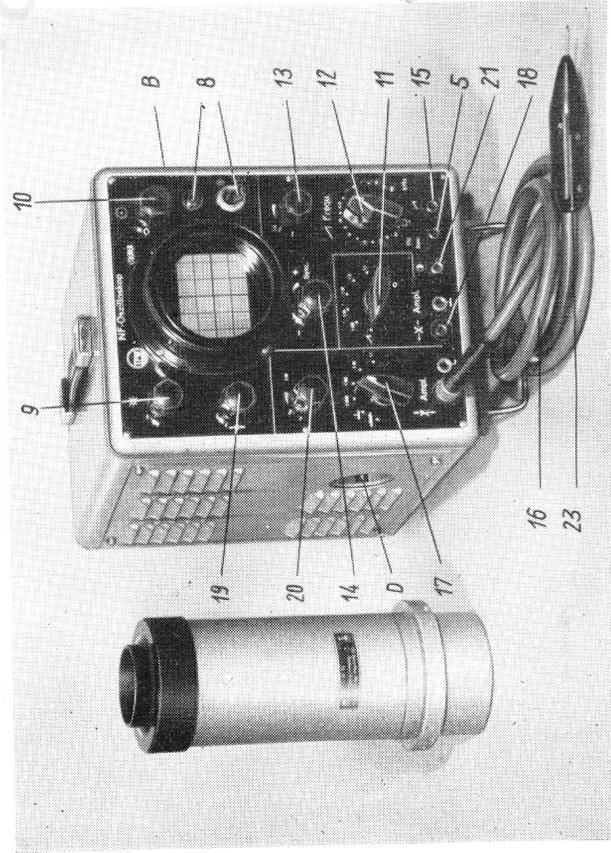
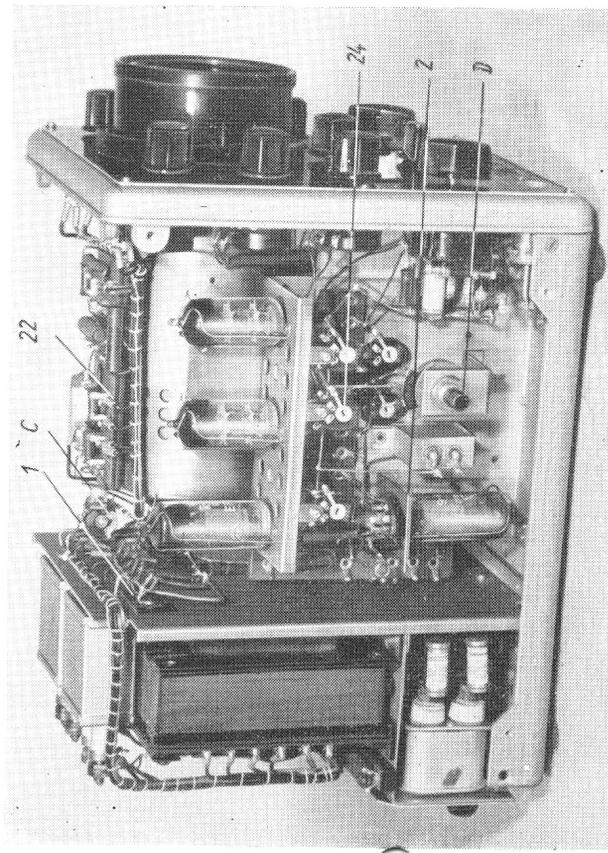
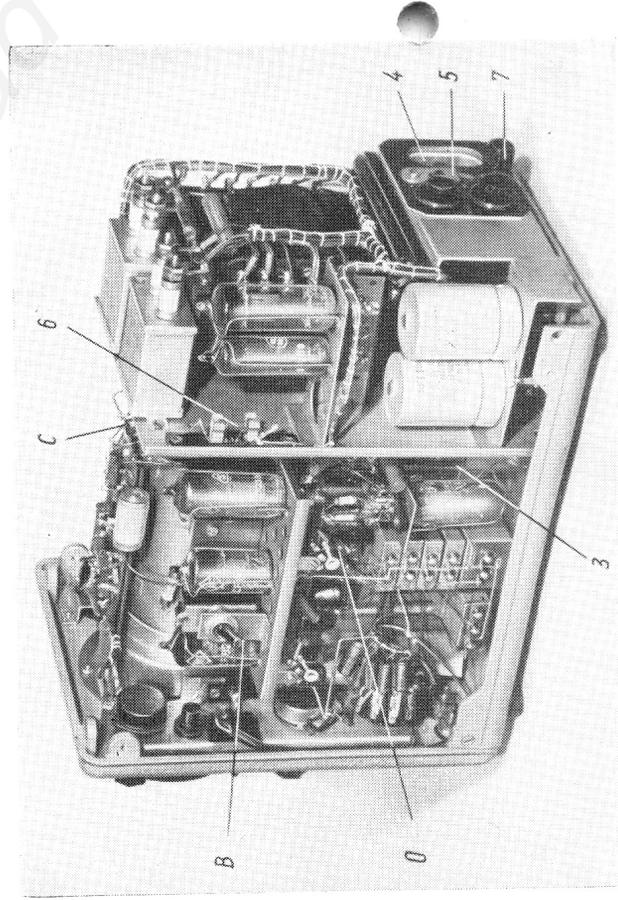

Abb. 1
Abb. 2
Abb. 3
Das Netzteil ist umschaltbar 110 und 220 V und für eine Netzfrequenz von 40 . . . 60 Hz ausgelegt. Alle Heiz- und Gleichspannungen werden an eine Lötösenleiste (Nr. 1, Abb. 2) geführt und können im Bedarfsfalle nach Abnehmen der Deckplatte dort zentral kontrolliert werden.
Der Vertikal-(Y)-Verstärker befindet sich auf der linken Geräteseite (Abb. 2), er ist nach Entfernen des linken Seitenbleches in allen Teilen zugänglich. Nach Ablösen des Speisekabelbaumes und der Meßplattenzuleitungen (Anschlüsse M auf Lötösenleiste Nr. 2, Abb. 2) sowie der nach dem Frontteil gehenden Verbindungsleitungen kann der Verstärkereinsatz durch Lösen der drei Halteschrauben
Horizontalverstärker und Zeitablenkergerät befinden sich auf der rechten Geräteseite und sind nach Entfernen des rechten Seitenbleches in allen Teilen zugänglich (Abb. 3). Der mechanische Aufbau entspricht im Prinzip dem
des Vertikalverstärkers, für das Ausbauen gilt analog das dort Gesagte. Die Zeitplatten liegen auf den Anschlüssen Z der Lötleiste Nr. 3 (Abb. 3).
Der Netzanschluß befindet sich auf der Rückseite und ist für 220 und 110 V  $\sim$ , 40–60 Hz ausgelegt (Nr. 4, Abb. 3). Zunächst ist der Spannungswählschalter (Nr. 5, Abb. 3) auf die gewünschte Netzspannung einzustellen. Er wird im Werk auf 220 V eingestellt und ist mit einer Sicherungslasche blockiert, die vor dem Umschalten mit einem Schraubenzieher gelockert werden muß und sodann nach Herausziehen des Gerätesteckers durch seitliches Ausschwenken den Umschalter freigibt. Das Netz ist mit 0,4 und 0,8 A (träge) so abgesichert, daß ein Ändern der Sicherungsstärke bei Netzspannungswechsel nicht erforderlich wird.
Die Anodenspannungssicherung (Nr. 6, Abb. 3) liegt im Innern des Gerätes und ist durch Abnehmen der rechten Seitenwand zugänglich. Ihre Stärke beträgt 100 mA träge. Nach Erdung mittels der neben dem Netzanschluß befindlichen Erdungsklemme (Nr. 7, Abb. 3) ist das Gerät betriebsbereit.
Sofort nach Betätigung des Netzschalters muß die Netzkontrolllampe (Nr. 8, Abb. 1) aufleuchten. Die Vertikalverschiebung (Nr. 19, Abb. 1) etwa auf Mittelstellung bringen, da mit diesem Regler der Elektronenstrahl über den Bildschirmrand nach oben und unten hinaus geregelt werden kann und somit nicht mehr sichtbar ist.
Es empfiehlt sich, die Helligkeit zunächst nur ganz schwach aufzudrehen und das Gerät erst ca. 5 min warmlaufen zu lassen, bevor man weitere Einstellungen vornimmt. Sodann stellt man die Helligkeit (Nr. 9, Abb. 1) und die Schärfe optimal (Nr. 10, Abb. 1) ein. Dabei ist zu beachten, daß die Helligkeit nur so groß gewählt wird, wie es die jeweiligen Lichtverhältnisse im Raum für eine gute Beobachtung erforderlich machen. Je geringer die Helligkeit gehalten werden kann, um so schärfer läßt sich das Bild einstellen. Somit wird ein Einbrennen des Schirmes vermieden. Seitlich einfallendes Licht kann durch Herausziehen des Lichtschutzrohres weitgehend abgehalten werden. Die Schärfe ist geringfügig von der eingestellten Helligkeit abhängig.
Der Wahlschalter für periodischen oder aperiodischen Betrieb (B, Abb. 1) befindet sich auf der rechten Seite. Soll eine Zeitbasis geschrieben werden (periodischer Betrieb), so muß der Schalterhebel auf „-“ stehen, andernfalls erscheint nur ein Punkt.
Weiterhin soll der X-Eingangsteiler (Nr. 11, Abb. 1) auf Linksanschlag (A) stehen, damit keine unerwünschte Modulation der Kippspannung durch Einstreuung einer Fremdspannung auf den X-Eingang entstehen kann. Die Länge der Zeitbasis soll 45–50 mm betragen.
Die Ablenkfrequenz wird mit dem Stufenschalter (Nr. 12, Abb. 1) grob und mit dem Regler (Nr. 13, Abb. 1) fein geregelt. Die Bereiche überlappen sich, so daß ein Bereich von 1 Hz bis 100 kHz lückenlos besprochen wird. In der Schaltstellung (Linksanschlag) des Stufenschalters ist das Ablenkgerät abgeschaltet. Die horizontale Lage des Punktes kann dann mit dem  $\Delta$ -Feinregler (Nr. 13, Abb. 1) im Bereich der Zeitbasislänge beliebig eingestellt, d. h. seitlich verschoben werden.
Die Stärke der Synchronisierung mit dem Meßvorgang kann mit dem Synchronisierregler (Nr. 14, Abb. 1) eingestellt werden. In Mittelstellung ist die Synchronisierung gleich Null. Nach links nimmt der Synchronisierzweig vorzugsweise für negative Impulse, nach rechts für positive Impulse zu. Bei Sinusspannungen oder anderen Wechselspannungen ohne besondere Vorzugsrichtung kann damit die Synchronisation vorzugsweise von der negativen bzw. positiven Halbwelle erfolgen und damit der Beginn eines abzubildenden Vorganges gewählt werden.
Soll nicht der eigene Meßvorgang zur Synchronisation herangezogen werden, sondern eine Fremdspannung (z. B. die Netzspannung), so ist diese an die Buchse „sync“ (siehe S. Abb. 1) anzulegen, und zwar je nach der gewünschten Stärke der Synchronisierung im Spannungsbereich von ca. 0,1 bis 3 Veff. Der Synchronisierregler ist dabei auf 0 (Mittelstellung) zu bringen, damit nicht von der Meßspannung her ebenfalls eine unerwünschte Synchronisierung erfolgt, kann er also in diesem Fall nicht zur Regelung der Synchronisieramplitude benutzt werden.
Bei Entnahme der Zeitablenkspannung (Buchse Nr. 15, Abb. 1) soll der Außenwiderstand mindestens 3 M $\Omega$  betragen, damit keine wesentlichen Verzerrungen des „Sägezahn“ bzw. Frequenzverwerfungen auftreten.
Zunächst wird der Umschalter auf der rechten Seite (B, Abb. 1) auf „-“ geschaltet. Wurde vorher die Zeitbasis als horizontaler Strich geschrieben, so erscheint jetzt nur noch ein Punkt auf der linken Seite des Bildschirms und der Kippgenerator befindet sich in Wartestellung. Die Lage dieses Ausgangspunktes kann erforderlichenfalls nach Abnahme der rechten Seitenwand mittels kleinem Schraubenzieher am Einstellregler C (Abb. 3) in horizontaler Richtung verändert werden. Für die vertikale Lage gilt nach wie vor die Vertikalverschiebung (Nr. 19, Abb. 1).
Der Synchronisierregler (Nr. 14, Abb. 1) wird auf Links- bzw. Rechtsanschlag gebracht, je nachdem, ob ein negativer oder positiver Impuls abgebildet werden soll.
Soll eine fremde Spannung zur Ablenkung in horizontaler Richtung dienen, so ist diese an den X-Eingang (Nr. 18, Abb. 1) zu legen. Das Zeitablenkgerät muß dabei abgeschaltet sein (Linksanschlag des Stufenschalters Nr. 12, Abb. 1). Die horizontale Lage des Punktes bei abgeschaltetem Kippgenerator sowie die Seitenverschiebung für die horizontale Ablenkung erfolgt mit dem Kippfeinregler (Nr. 13, Abb. 1). Eine zweckmäßige Amplitude kann mit Hilfe des X-Amplitudenreglers (Nr. 11) in den Stufen 1 : 1, 1 : 3, 1 : 10, 1 : 30, 1 : 100 eingestellt werden. Die maximale lineare Aussteuerung beträgt hierbei 50 mm. Der Eingangswiderstand liegt bei  $> 2$  M $\Omega$ ,  $< 16$  pF.
Die X-Endstufe besitzt ein kleines Trimmerpotentiometer (O, Abb. 3), womit eine grundsätzliche Seitenkorrektur des Leuchtpunktes ermöglicht wird. Dies ist beim Wechseln der Bildröhre oder der X-Endstufe wichtig zum Ausgleich der Röhrenstreuwerte. (Kippgenerator auf mittlere Frequenzlage einschalten, Zeitbasis durch Verstellen des Pot. O, Abb. 3, mittels kleinem Schraubenzieher auf Mitte der Bildröhre bringen).
Die Höhenlage der Zeitlinie bzw. des Punktes kann mittels der Höhenverschiebung (Nr. 19, Abb. 1) über den gesamten Bildschirm verstellt werden.
Nach dem Einschalten des Gerätes ist es zweckmäßig, ca. 5 Minuten zu warten, bis sich der Gleichspannungsverstärker auf den richtigen Arbeitspunkt eingestellt hat (Vertikallage der Zeitbasis). Zur Kontrolle werden zunächst der Amplituden-Stufenregler sowie der Feinregler (Nr. 17 und 20, Abb. 1) auf Linksanschlag gestellt sowie die Vertikalverschiebung etwa auf die Mitte ihres Regelbereiches. Durch Betätigung der Vertikalverschiebung soll es möglich sein, den Elektronenstrahl nach oben und unten über den Schirmrand hinauszuregeln. Sollte dies nicht der Fall sein, so muß das Trimmerpotentiometer W 48 (Nr. 24, Abb. 2) nachgestellt werden. Dreht man dann den Amplituden-Feinregler (Nr. 20, Abb. 1) nach rechts, so soll dabei keine wesentliche Verschiebung der Zeitbasis nach oben oder unten erfolgen. Ist dies der Fall, so ist der Einstellregler auf der linken Seite (D, Abb. 2) wiederholt so zu verstellen, daß bei Betätigung des Amplituden-Feinreglers keinerlei vertikale Verschiebung mehr auftritt.
Die zu untersuchende Spannung wird an den abgeschirmten Y-Eingang (Nr. 16, Abb. 1) gelegt. Der Amplituden-Stufenregler (Nr. 17, Abb. 1) soll bei unbekannter Größe der Meßspannung zunächst auf Stellung 1 : 1000 stehen. Er wird dann so weit nach rechts geschaltet, bis sich mit dem Amplituden-Feinregler (Nr. 20, Abb. 1) eine zweckmäßige Amplitude einstellen läßt.
Zweckmäßigerweise wird man zur Zuleitung der Meßspannung das vorgesehene abgeschirmte Kabel benutzen, das auf der einen Seite in 2 Bananensteckern endet. In vielen Fällen jedoch werden der Eingangswiderstand, besonders die Eingangs- und Kabelkapazität die abzubildende Spannung bereits verfälschen. Hier verwendet man das Meßkabel mit Tastkopf (Nr. 23, Abb. 1). Die Belastung der Meßstelle beträgt dann nur noch ca. 10 M $\Omega$  und 1 pF. Die dabei auftretende Spannungsteilung von ca. 1 : 100 wird durch die nachfolgende hohe Verstärkung wieder soweit ausgeglichen, daß Spannungen von 1 Veff noch genügend große Bilder ergeben,
Die Steuerspannung wird an die Buchse  $\blacktriangleright$  (Nr. 21, Abb. 1) gegeben. Der Eingangswiderstand beträgt ca. 200 k $\Omega$ . Da die Hell-Dunkel-Steuerspannung auf die Katode der Bildröhre wirkt, bleibt die auf das Gitter wirkende Rücklaufverdunklung erhalten. Somit steuern negative Impulse hell, positive dunkel. Die benötigte Steuerspannung beträgt etwa 10 Veff.
Nimmt man weiterhin noch die Deckplatte ab, so wird der Spannungsteiler für die Bildröhre (Nr. 22, Abb. 2) sowie die Lötösenleiste (Nr. 1, Abb. 2) für alle aus dem Netzteil kommenden Spannungen zugänglich.